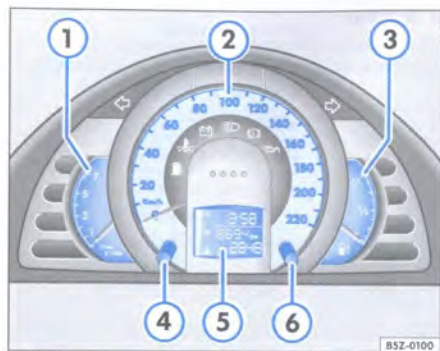

Fig. 29 Detalles en el cuadro de instrumentos: disposición de los controles
El inicio del margen rojo en la escala de rotaciones ⇒ fig. 29 ① indica el régimen máximo de rotaciones de un motor ablandado y a la temperatura normal de trabajo. Antes de alcanzar este margen, recomendamos que engrane la marcha inmediatamente superior, o incluso que se retire el pie del pedal del acelerador.
Cuando la aguja del indicador entra en el margen rojo de reserva ⇒ página 46, fig. 29 ③, la
Al presionar el botón del cuadro ⇒ página 46, fig. 29 ④, con las luces encendidas y encendido conectado, es posible regular, en tres diferentes niveles, la intensidad de la iluminación del cuadro de instrumentos y de los mandos de la consola central.
El hodómetro parcial retorna a cero cuando se presiona el respectivo botón ⇒ página 46, fig. 29 ⑥, por más de dos segundos. El hodómetro será colocado en cero, también, cuando la batería es desconectada o cuando se alcanza la distancia de 1999 km ⇒ Δ.
Con el encendido conectado, seleccione la función reloj, presionando el botón ⇒ página 46, fig. 29 ⑥ durante dos segundos. Con esta función activada, aparecerá el símbolo de un reloj al lado de las horas.
Para ajustar las horas, con el encendido conectado y sin las informaciones de radio en el display, gire el botón ⇒ página 46, fig. 29 ⑥ brevemente en sentido antihorario. Para ajustar los minutos, gire el botón ⑥ en el sentido horario.